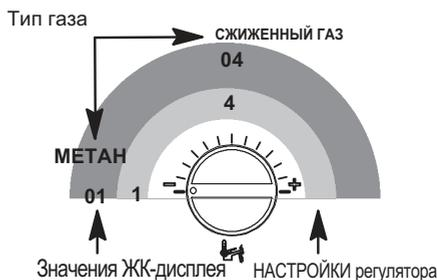

Рисунок 8.8
- Чтобы изменить настройку, поверните регулятор температуры горячего водоснабжения 3 и установите его в выбранном положении (см. также Рисунок 8.8).